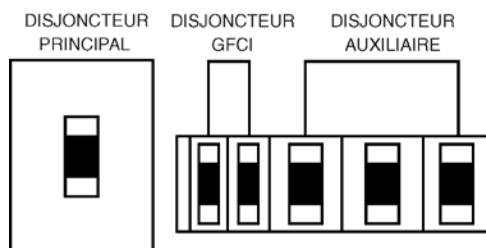

Figure 53. Disjoncteurs PRINCIPAL, GFCI et
- Placez les disjoncteurs **PRINCIPAL, GFCI et CHARGE** comme indiqué sur la Figure 53 en position **OFF** (désactiver).